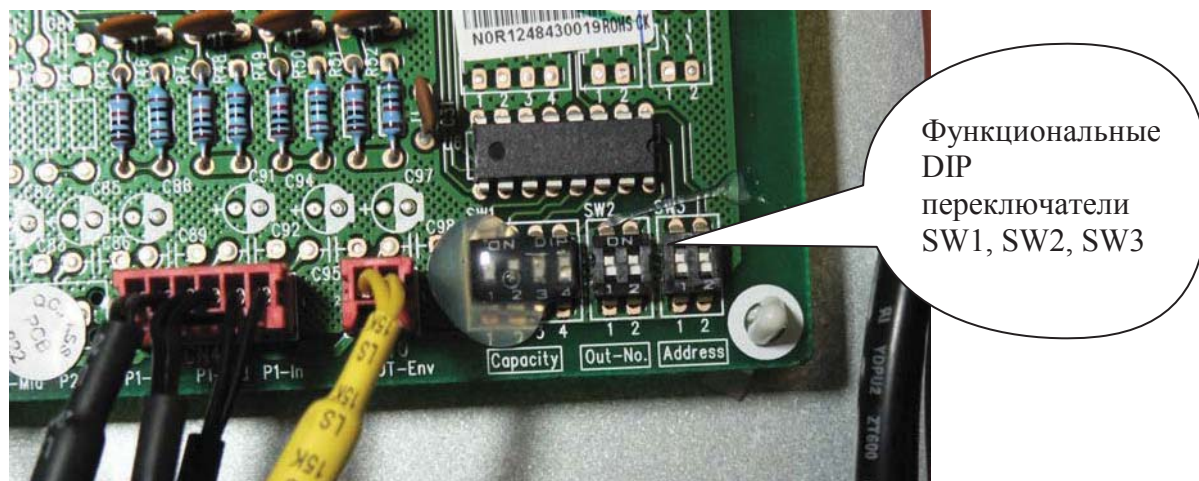

Рис. 7.6
7.2.5 На основной плате внешнего блока расположены функциональные DIP-переключатели SW1(Capacity), SW2(OUT-No.), SW3(Adress), (см. рис. 7.6, табл. 7.1).